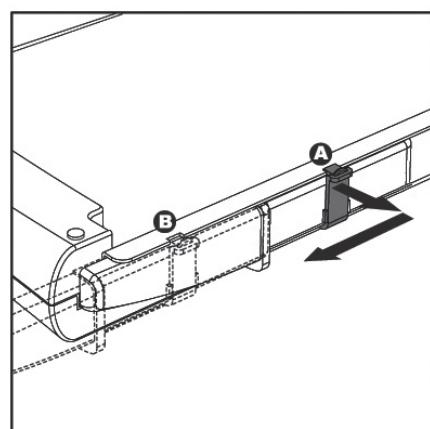

Fig. 1
- La cortadora de guillotina está bloqueada en la tabla de la base. Desenganche el botón de bloqueo desplazándolo a la derecha y muévalo de la posición A a la posición B para desbloquear el mango. (ver Fig. 1)